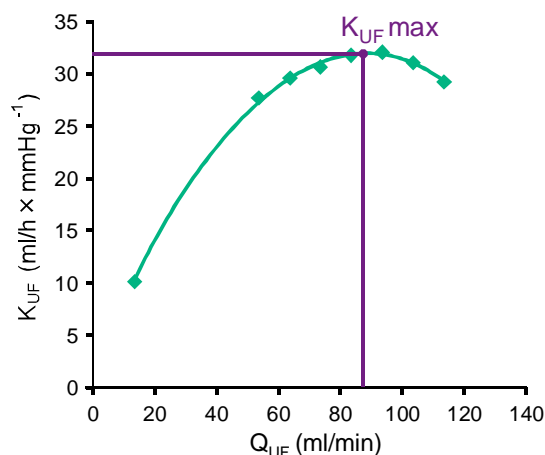

Fig. 11-25 Principio di determinazione di K_{UF} max
Per il calcolo di K_{UF} (vedere anche la sezione 13.10 Formule (437)), l'apparecchiatura imposta il flusso convettivo Q_{UF} , misura la TMP e calcola il coefficiente di ultrafiltrazione K_{UF} . La determinazione di K_{UF} per diversi valori di Q_{UF} fornisce una tipica funzione parabolica (Fig. 11-25): innanzitutto K_{UF} aumenta, fino al vertice della parabola (valore massimo) e successivamente diminuisce se Q_{UF} è ancora aumentato. Unendo i valori determinati con una curva di regressione ($f(x) = Ax^2 + Bx + C$), possono essere derivati il coefficiente massimo di ultrafiltrazione (K_{UF} max) e il corrispondente flusso convettivo (Q_{UF}).